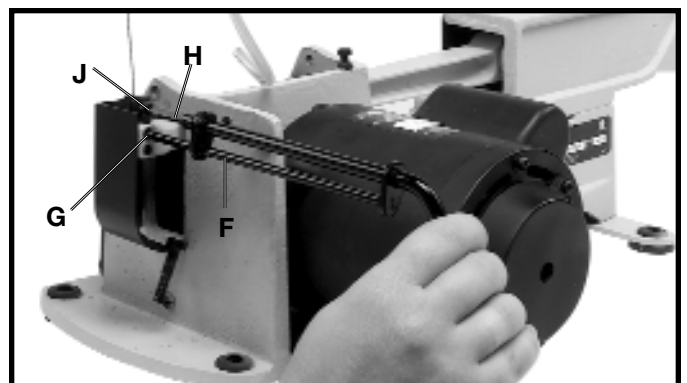

Fig. 5
4. Insérer la longue extrémité (F) fig. 5, de la clé de changement de lame quickset dans le trou (G) du porte-lame inférieur. Ceci alignera la clé (H) avec la vis du porte-lame (J). Tourner la clé (H) en sens antihoraire. Ceci dégagera la lame du module du mandrin inférieur.